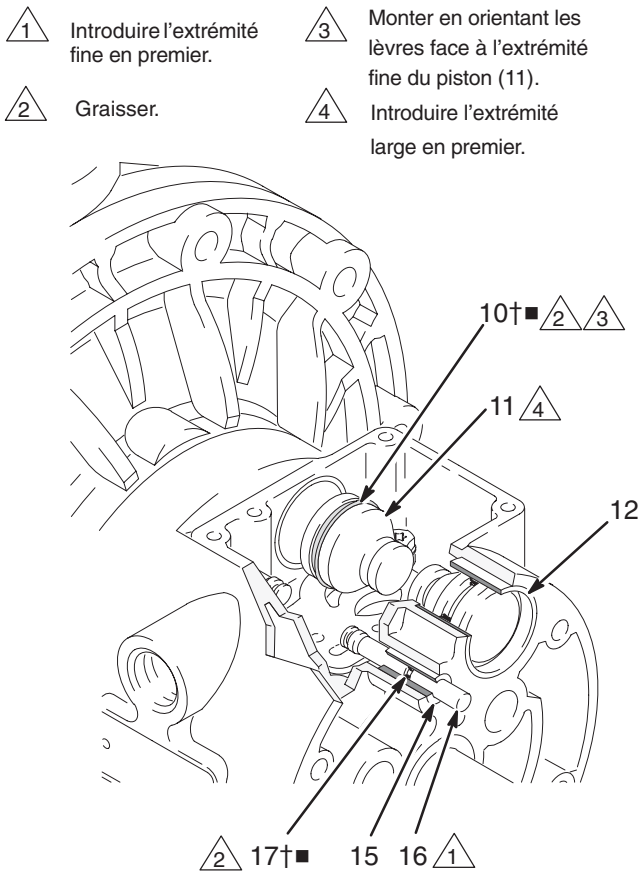

Fig. 9
4. Tirer les deux pistons actionneurs (11) hors des paliers (12). Enlever les garnitures en coupelle (10†) des pistons. Retirer les tiges d'inversion (16) hors des paliers (15). Enlever les joints toriques (17) des tiges d'inversion. Voir fig. 9.
6. Inspecter les paliers (12, 15) en place. Voir fig. 9. Les paliers sont coniques et, s'ils sont endommagés, ils doivent être sortis de l'extérieur, ce qui nécessite le démontage de la partie recevant le produit. Voir page 22.
4. Placer un joint torique (17†■) sur chaque tige d'inversion (16). Graisser les tiges et les joints toriques. Introduire les tiges dans les paliers (15) par l'extrémité **fine**. Voir fig. 9.
5. Placer une garniture en coupelle (10†■) sur chaque piston actionneur (11), de sorte que les lèvres des garnitures sont face vers l'extrémité **fine** des pistons. Voir fig. 9.
6. Lubrifier les garnitures en coupelle (10†■) et les pistons actionneurs (11). Introduire ces pistons dans les paliers (12) par l'extrémité **large**. Laisser sortir l'extrémité fine des pistons. Voir fig. 9.